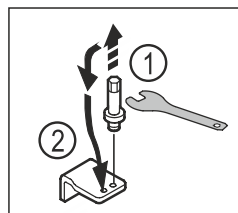

Fig. 14
- ▶ Svitare il perno del blocco inferiore di supporto con una chiave a esagono SW5. Fig. 14 (1)
- ▶ Inserire il perno sul lato opposto. Fig. 14 (2)